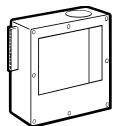

Fig. 8
**Elettrovalvola motorizzata:** normalmente abbinata al Maxi-Canister, è indicata per gli impianti ad aria, fig. 8.